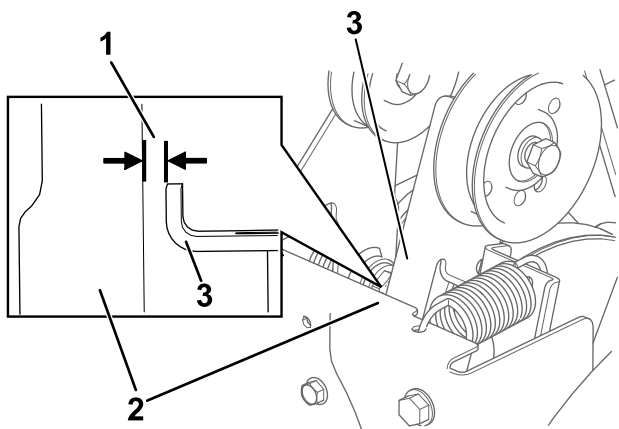

Figure 28
3. Lorsque le levier de commande de la vis sans fin/turbine est désengagé, vérifiez qu'il existe un écart de 1,5 mm entre le bras d'embrayage de la vis sans fin et le châssis de la machine, comme montré à la Figure 28.